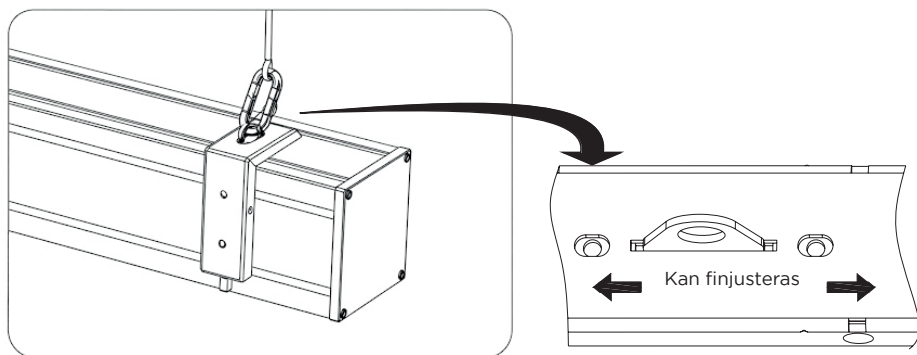

Bild 18
4. Kontrollera att filmdukens skyddskåpa sitter fast ordentligt i vinkelfästena innan du fortsätter arbetet och hänger upp filmduken. Häng upp filmduken i pendelfästernas karbinhakar. Se bild 18.